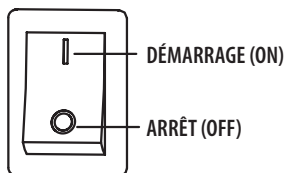

Figure 16
5. Si votre appareil est doté d'un interrupteur d'arrêt d'urgence, assurez-vous que l'interrupteur est placé à la position DÉMARRAGE (ON) (ligne continue) lorsque vous démarrez le moteur. Voir la Figure 16.
Pour arrêter le moteur en utilisant l'interrupteur d'arrêt d'urgence, placez l'interrupteur à la position ARRÊT (OFF) (cercle). Voir la Figure 16.